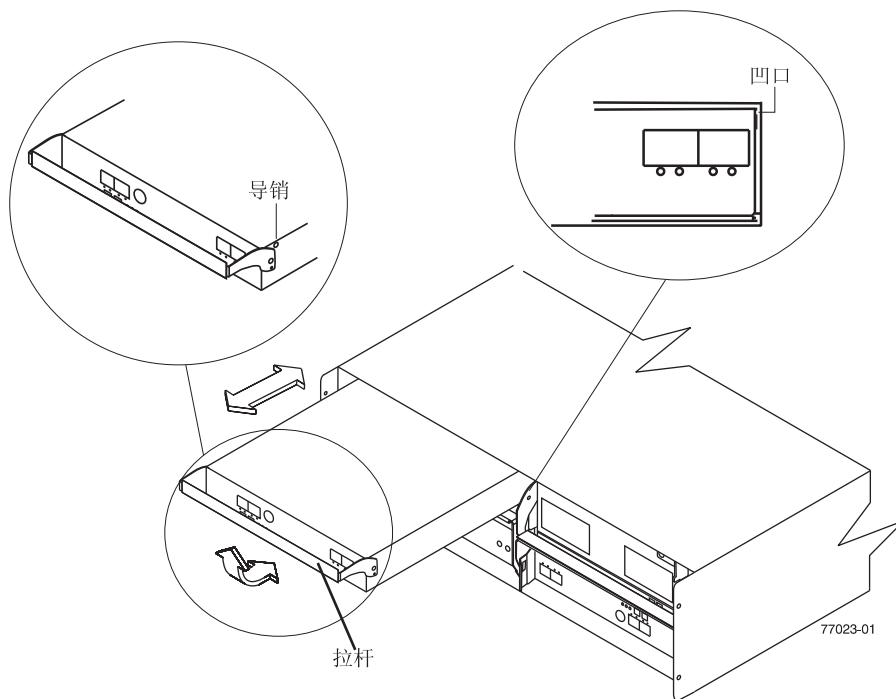

图 37. 卸下并更换环境服务模块 (ESM)
- 挤压滑锁的同时，将拉杆拉开到 90°（使拉杆呈水平状态）。如图 37 中所示，将拉杆从机箱拉出以从 EXP5000 中面板卸下 ESM。
- b. 如第 79 页的图 37 中所示, 慢慢地将拉杆从 EXP5000 机箱拉出, 以从 ESM 托架中卸下 ESM。(从机箱卸下 ESM 并将其放置到防静电释放 (ESD) 的平面上。)